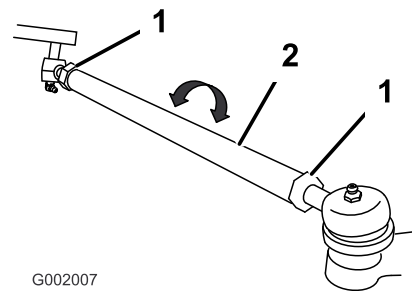

図 52
5. 前後の測定値の差が所定範囲にない場合、タイロッド両端のジャムナットを外して調整を行う 図 52。